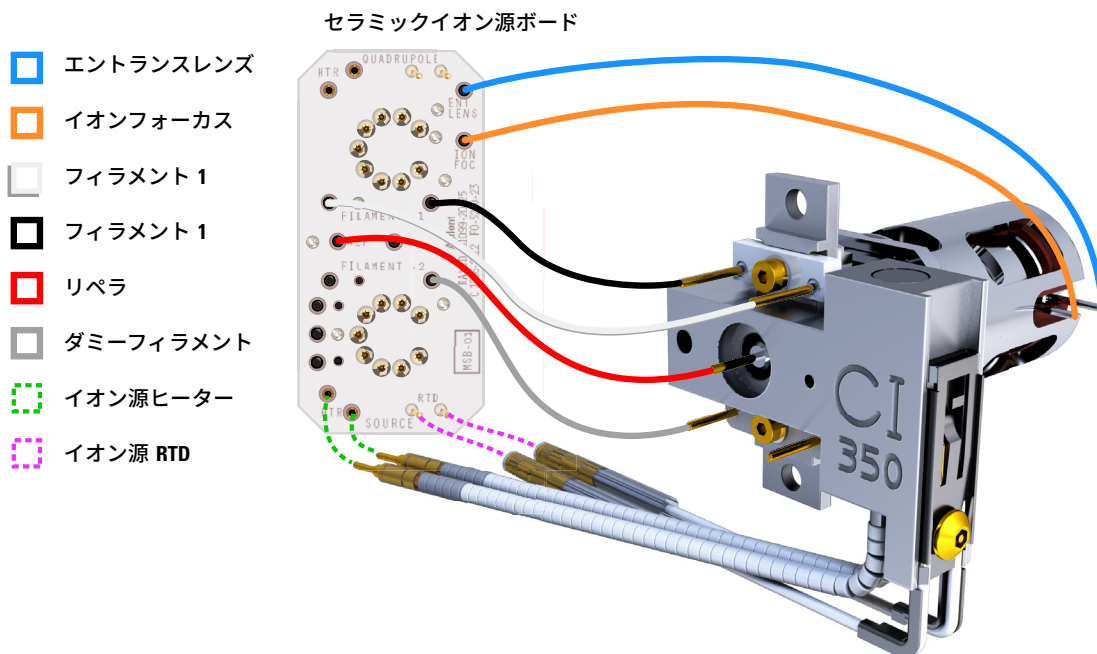

図 75 セラミックイオン源ボードとイオン源の配線
(図 75を参照してください)。
- 2 ペンチを使用して、イオン源ヒーターのリード線をセラミックイオン源ボードに接続、または外します。(図 75 を参照してください)。